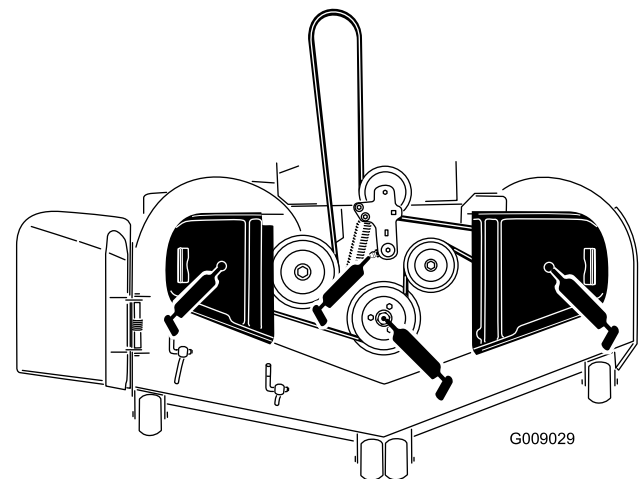

Bild 46
4. Fetten Sie das Drehgelenk der Mähwerkspannscheibe ein, bis Schmiermittel unten austritt (**Bild 46**).
5. Schmieren Sie die drei Spindellager ein, bis das Schmiermittel aus den unteren Dichtungen austritt (**Bild 46**).